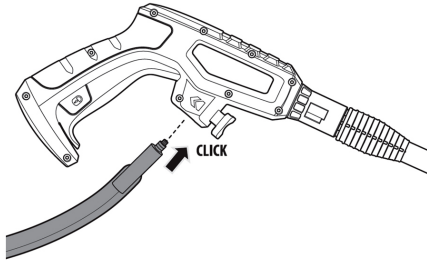

Рис. 7
4. Присоедините шланг высокого давления к пистолету (рис. 7). Пистолет имеет быстросъемное соединение. Вставьте штуцер шланга высокого давления в разъем пистолета до щелчка.